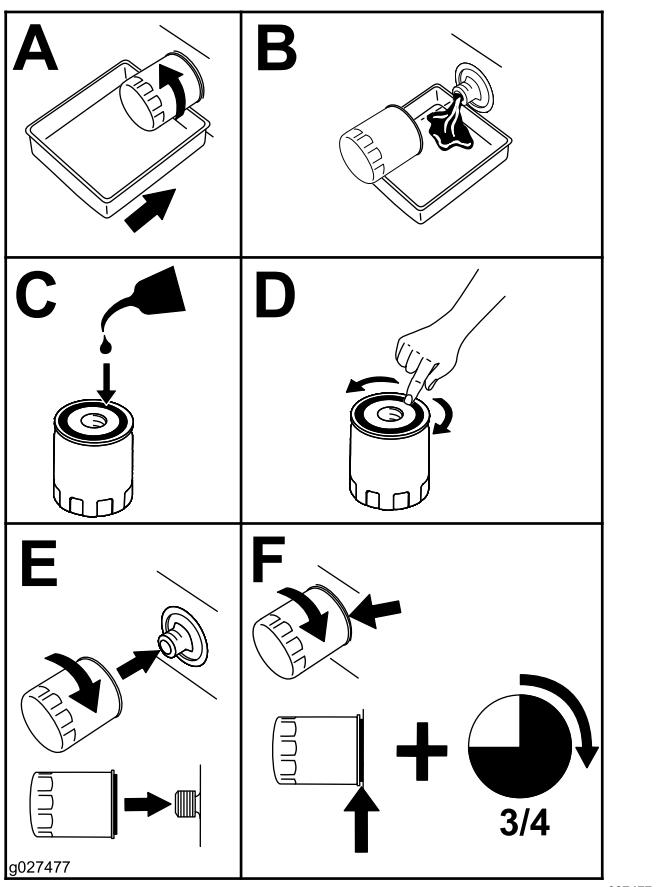

Bild 100
6. Tauschen Sie den ÖlfILTER wie in Bild 100 dargestellt.